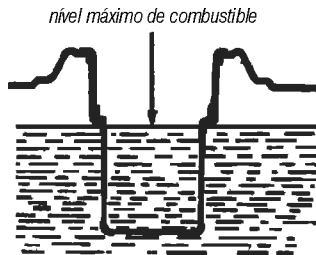

Fig. 10 – nivel máximo de combustible
- 4 – Nunca exceda la capacidad del tanque (fig. 10);